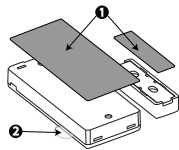

Figura 2: Instalación rápida
1. Despegue y suelte los revestimientos de las dos bandas de doble faz de la cinta adhesiva y péguelas en el dispositivo y en el imán. Ver a Figura 2.